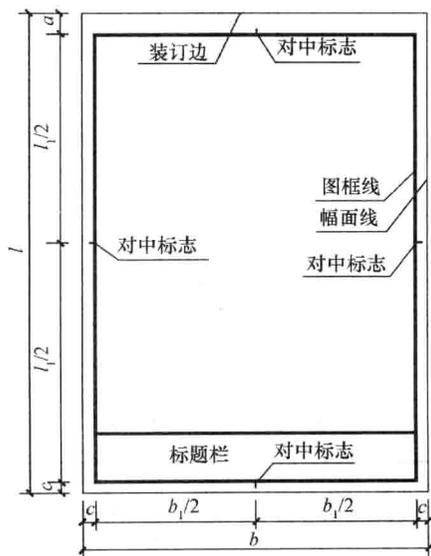
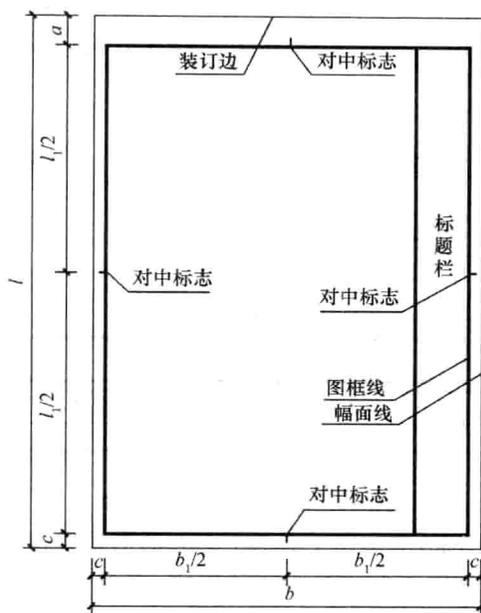

图 1-15 A0~A4 立式幅面(一)
图 1-16 A0~A4 立式幅面(二)
(1) 图纸幅面及图框尺寸应符合表 1-1 的规定及图 1-13~图 1-16 的格式。
②立式使用的图纸,应按图 1-15、图 1-16 的形式进行布置。